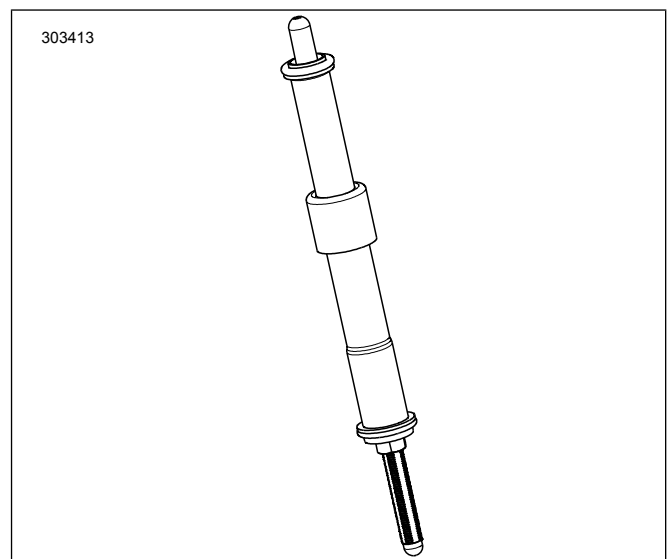

図4。プッシュロッドカバーに取り付けたプッシュロッド
7. 図4を参照してください。 インテークプッシュロッドをプッシュロッドカバーに取り付けます。 Oリング、ロアプッシュロッドカバー、スプリングカバーキーパーをキットの新品と交換します。プッシュロッドのアジャスター側を下にしてください。